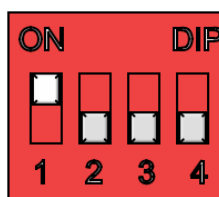

Рисунок 47 – Переключатель S1.1 включен
- переключатель S1.2 перевести в положение ON (рисунок 47);